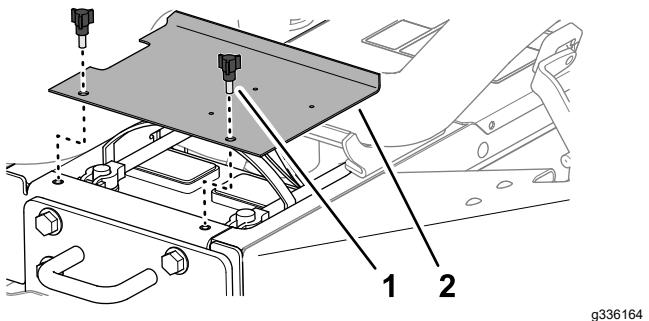

Рисунок 4
- Отверните 2 ручки, с помощью которых крышка аккумулятора подсоединенена к машине, и снимите крышку (Рисунок 4).